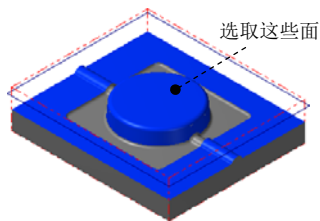

图 12.26 选取干涉面
(2) 单击 **检测** 区域中的  按钮，选取图 12.26 所示的面为干涉面（共 12 个），然后按 Enter 键。单击  按钮完成加工区域的设置，同时系统弹出“曲面精加工浅平面”对话框。